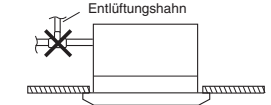

Abb. 3-26
- Keinen Entlüftungshahn anbringen, da dies zu einem Herauspritzen von Wasser aus der Ablauföffnungsöffnung führen kann. (Abb. 3-26)